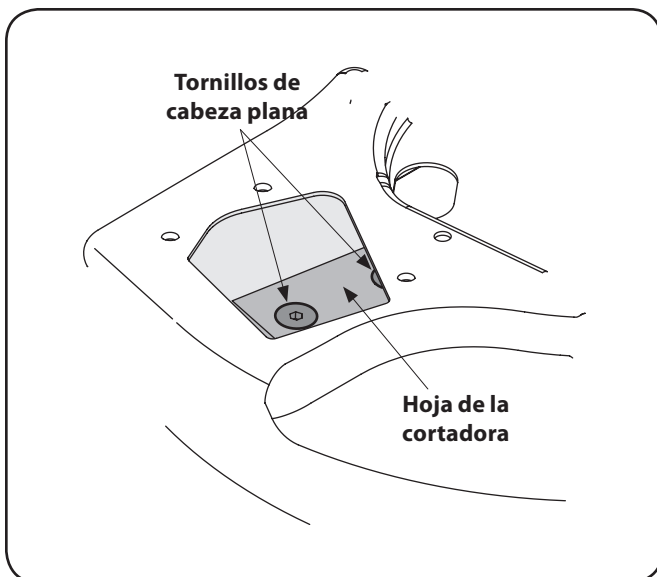

Figure 7-5
- Mediante una llave Allen de 3/16", retire los tornillos de cabeza plana que sujetan la hoja de la cortadora al motor. Dichos tornillos son accesibles a través de la abertura que se creó cuando retiró el canal de la cortadora anteriormente. Vea la fig. 7-5.